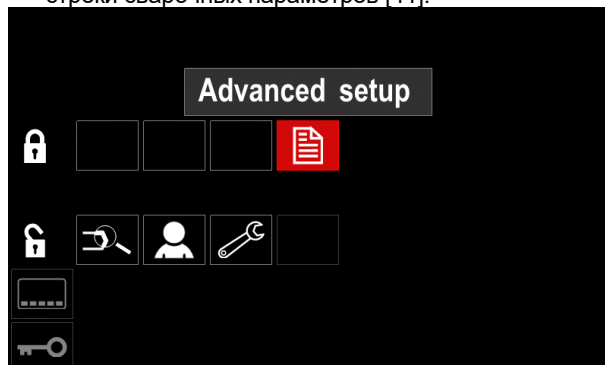

Рисунок 49
- Нажмите правую ручку [33]. Значок выбранного параметра исчезнет из нижней части дисплея (Рисунок 49). Данный параметр также исчезнет из строки сварочных параметров [41].